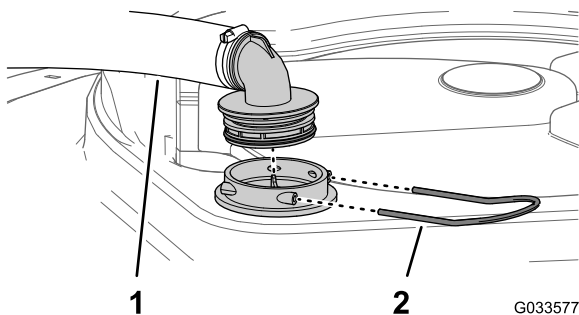

Figure 51
2. Au sommet de la cuve du pulvérisateur, retirez l'étrier de fixation qui fixe le raccord de flexible sur le grand flexible du logement du filtre (Figure 51).
3. Retirez le flexible et le raccord du logement du filtre (Figure 51).